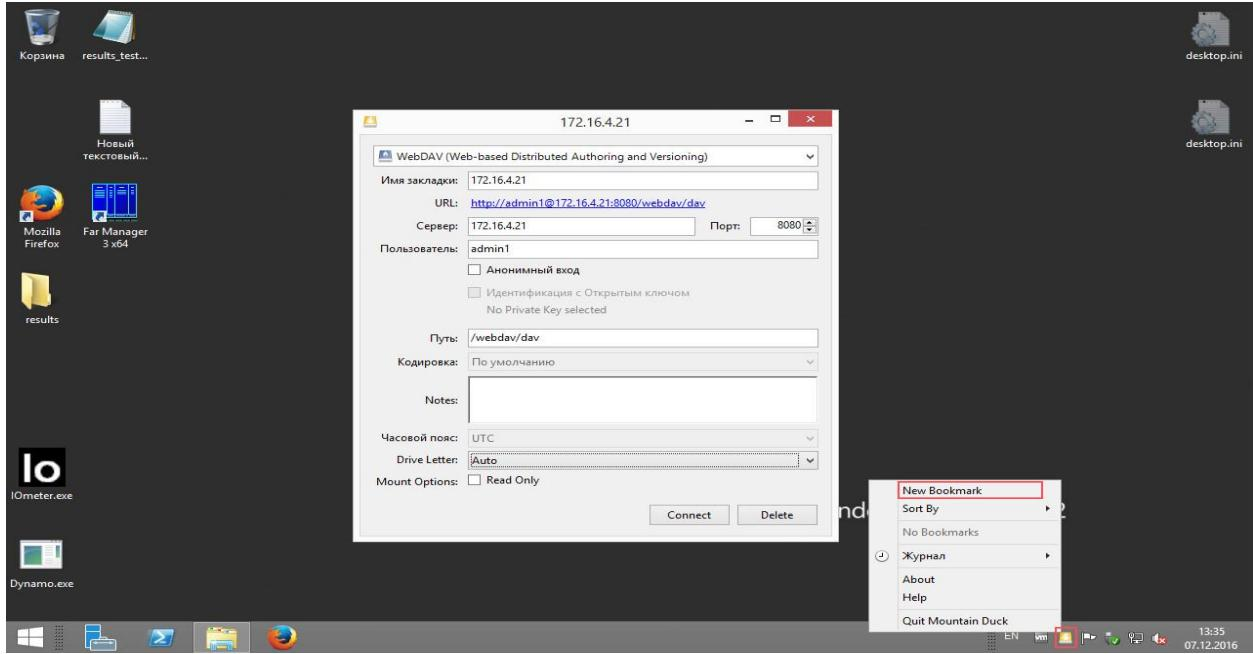

Рисунок 65 – Подключение WebDAV к Windows через Mountain duck
- 5) По щелчку правой кнопкой мыши на иконке Mountain duck, выбрать «New Bookmark» (см. Рисунок 65).